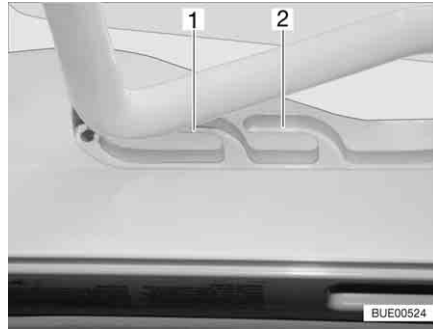
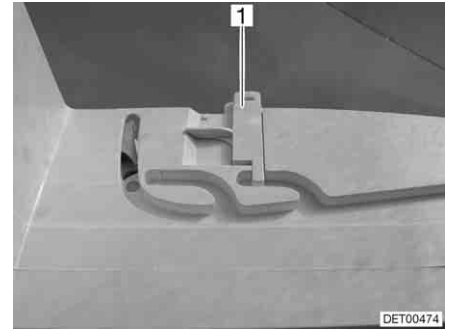

Fig. 91 Oblò Heki in posizione di ricircolo d'aria
Fig. 92 Bloccaggio della posizione di ricircolo d'aria
È possibile portare l'oblò Heki in due posizioni di ricircolo d'aria: Posizione brutto tempo (Fig. 91,1) e posizione centrale (Fig. 91,2). A seconda del modello, l'oblò può essere bloccato sulla posizione centrale del suo telaio con i due chiavistelli (Fig. 92,1) di sinistra e destra.
- Premere la staffa leggermente verso l'alto, spingerla nella guida selezionata (Fig. 91,1 o 2) ed eventualmente bloccarla.